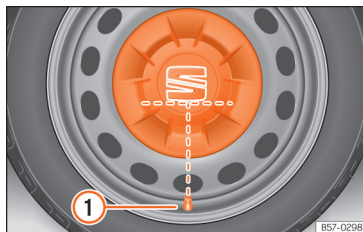

Рис. 223 Правильне положення малорозмірного ковпака (сталевий диск).
- Установіть декоративний ковпак на колісний диск. Внутрішній рельєф літери "S" емблеми SEAT повинен збігатися з вентилям шини >>> **рис. 223 ①**.